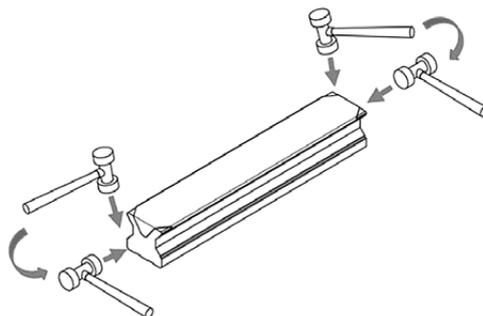

Abb. 5.22 **Umbiegen der Bandenden**
- ▶ Biegen Sie abschließend die beiden Bandenden des Abdeckbands, wie in Abb. 5.22 dargestellt, mit einem Gummihammer vorsichtig um.